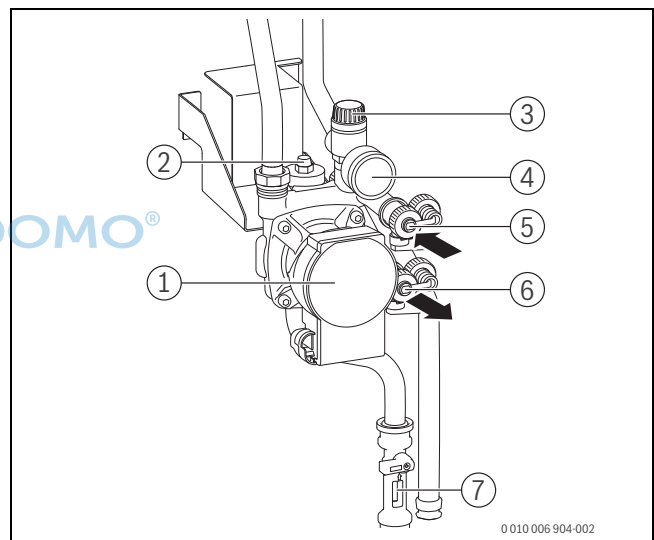

Bild 189 Übersicht Solargruppe
Befülleinrichtung an den Füll- und Entleerhahn der Solarpumpe (→ Bild 189) anschließen:
- Füll- und Entleerhahnen (→ Bild 189, [5] und [6]) öffnen.
- Während des Spülens den Füll- und Entleerhahn an der Saugseite (→ Bild 189, [6]) mehrmals kurzzeitig drosseln und anschließend schnell komplett öffnen. Dadurch können sich gestaute Luftblasen in der Rohrleitung lösen.